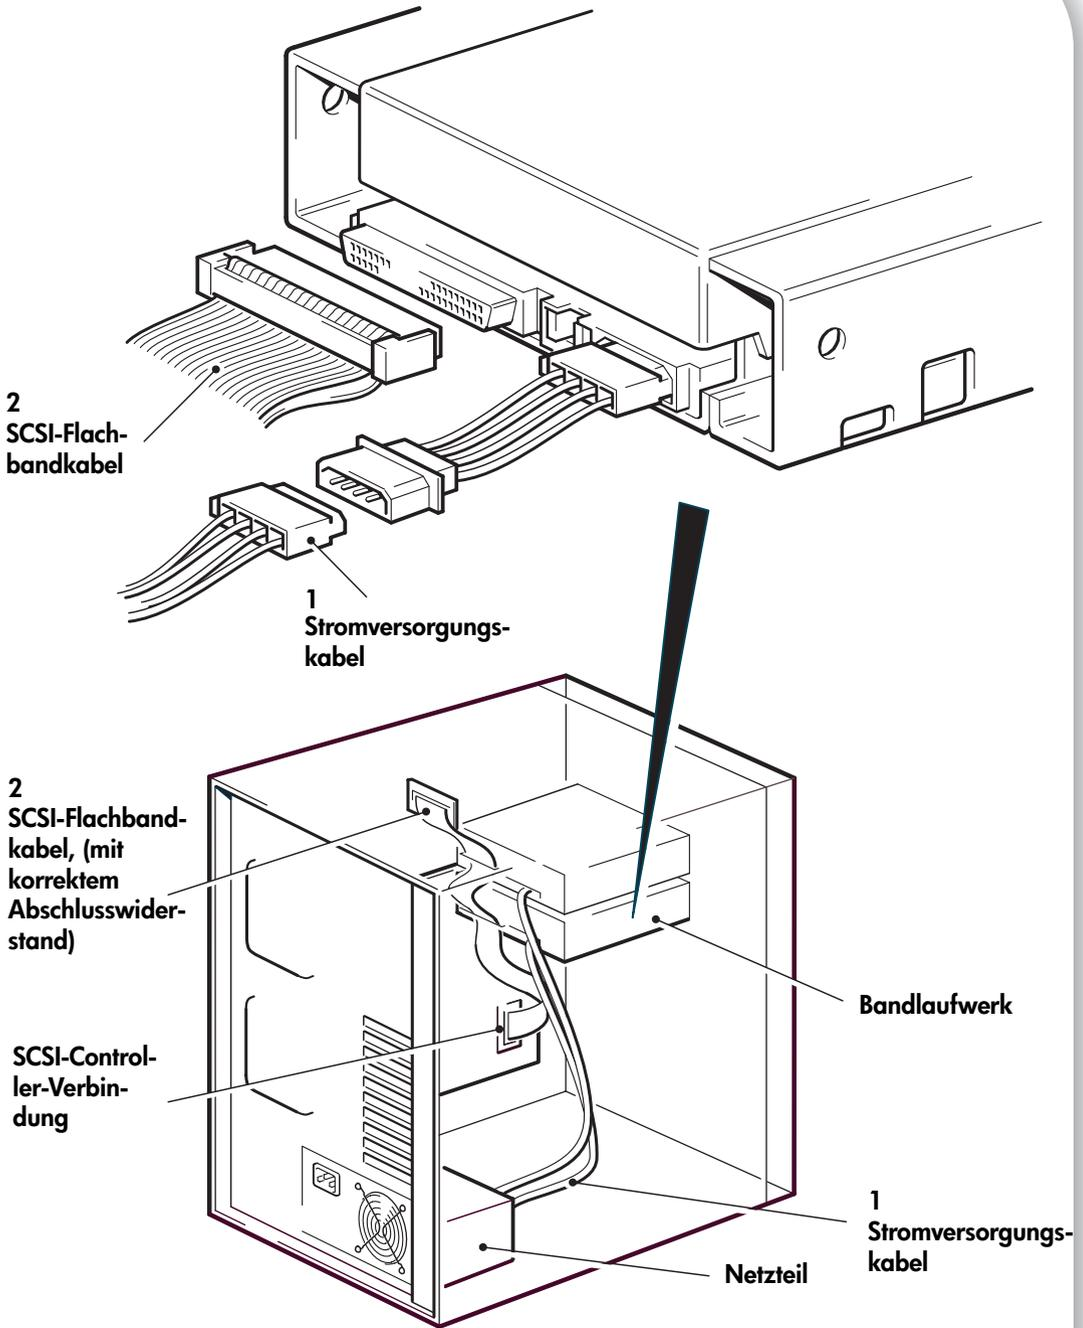

Abbildung 8: Anschließen der Stromversorgungs- und SCSI-Kabel
- 1 Schließen Sie ein freies Stromversorgungskabel vom internen Netzteil des Servers an den Netzanschluss an (siehe Abbildung 8, Teil 1).
- 2 Schließen Sie einen freien Anschluss am Flachbandkabel des im Server integrierten SCSI-Busses oder am HBA SCSI-Flachbandkabel an den SCSI-Anschluss des Laufwerks an (siehe Abbildung 8, Teil 2).
Wenn daher der HBA das erste Gerät am Bus ist, sollten Sie sich vergewissern, dass der zweite Abschlusswiderstand nach dem letzten Gerät angebracht ist (siehe Abbildung 8, Teil 2).